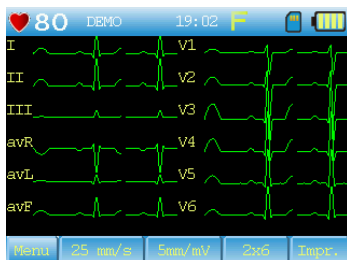
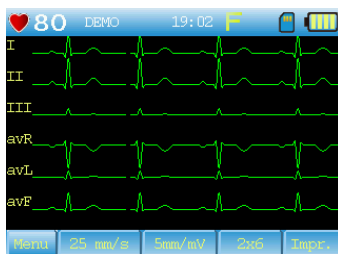

Fig. 7-7
Fig. 7-8
8. Changement de mode d'affichage des vagues : glissez à gauche et à droite dans la zone des vagues à l'écran ou appuyez sur la touche [confirmer] pour changer le mode d'affichage des vagues (Fig.7-7, Fig.7-8).